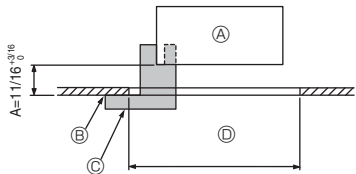
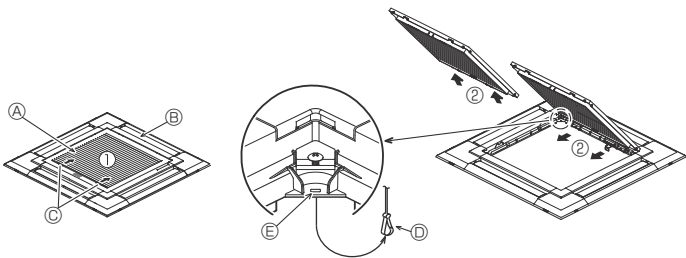
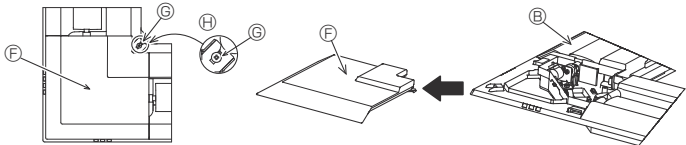

Fig. 6-2
Fig. 6-3
Fig. 6-4
①	Grille	1	950 × 950 (mm), 37-13/32 × 37-13/32 (pouces)
②	Jauge	1	Divisée en quatre parties
③	Vis (4 × 16)	1	Pour PLFY-WL·NEMU-E(1)
④	Panneau en coin 3D i-see Sensor	1	Pour PLFY-WL·NEMU-E(1)
6.2. Préparation avant d'attacher la grille (Fig. 6-2)
- A l'aide de la jauge ② fournie avec ce kit, régler et vérifier la position de l'appareil par rapport au plafond. Si l'appareil n'est pas correctement positionné, il y aura des risques de fuites d'air et de la condensation pourrait s'accumuler.
- ④ Appareil principal
⑤ Plafond
⑥ Jauge ② (insérée dans l'appareil)
⑦ Dimensions de l'ouverture dans le plafond
6.2.1. Retrait de la grille d'admission (Fig. 6-3)
- Pour ouvrir la grille d'admission, faire glisser les leviers dans le sens indiqué par la flèche ①.
- Lorsque la grille se trouve en position "ouverte", retirer la charnière de la grille d'admission comme indiqué par la flèche ②.
6.2.2. Retrait du panneau en coin (Fig. 6-4)
- Retirer la vis du coin du panneau en coin. Faire glisser le panneau comme indiqué par la flèche ① pour le déposer.
- [Fig. 6-3] [Fig. 6-4]
④ Grille d'admission
⑤ Grille
⑥ Leviers de la grille d'admission
⑦ Crochet de la grille
⑧ Orifice pour le crochet de la grille
⑨ Panneau en coin
⑩ Vis
⑪ Détail